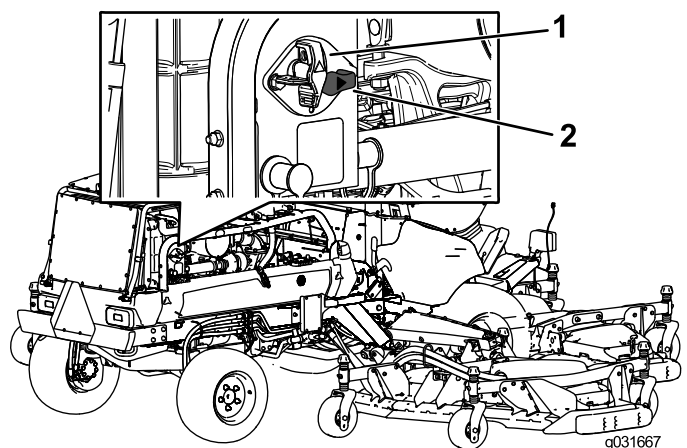

Рисунок 63
- Чтобы подать электропитание на машину, поверните переключатель отсоединения аккумуляторной батареи по часовой стрелке в положение Вкл. (Рисунок 63).
- Чтобы отсоединить электропитание от машины, поверните переключатель отсоединения аккумуляторной батареи против часовой стрелки в положение Выкл. (Рисунок 63).